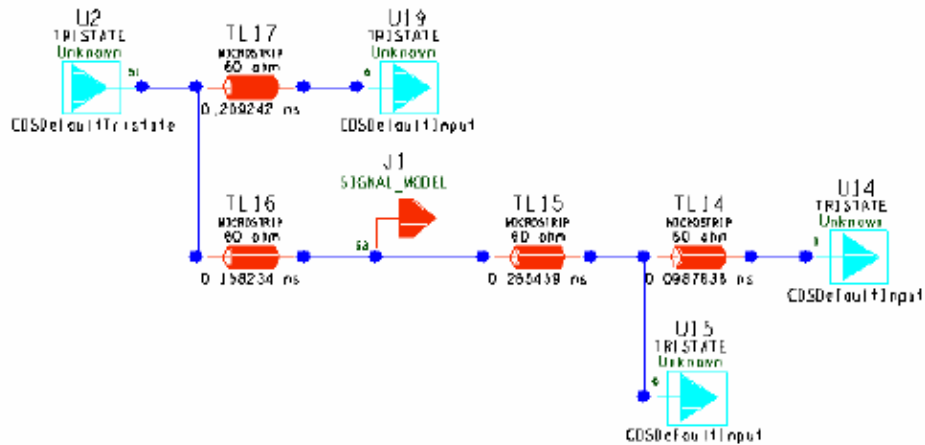

图 9-7 拓扑结构
6. 在约束管理器界面，右键点击总线 A_BUS，在弹出的菜单选择【SigXplorer】。如果出现对话框，选择【Expert】。拓扑显示如图 9-7。拓扑结构为总线的第 1 个成员的。注意图中部件的名称可能与各位的不同。